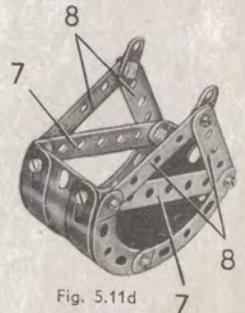

Fig. 5.11d
La benne (fig. 5.11d), est constituée par une plaque flexible de 14×4 cm. incurvée et boulonnée sur des bandes cintrées à glissière; la plaque flexible est réunie par des équerres à des bandes de 7 trous (7); deux bandes incurvées épaulées et deux bandes de 5 trous (8) sont tenues de chaque côté par les mêmes boulons. Les extrémités supérieures des bandes (8) sont boulonnées sur des supports plats. La benne est suspendue à une corde attachée à l'un des supports plats et passée sur l'une des poulies (6) du chariot. La corde fait ensuite une boucle dans une bande de 5 trous (9), passe autour de la seconde poulie (6) et est attachée à l'autre support plat de la benne. La bande (9) est boulonnée sur des équerres de 25×25 mm. fixées à l'extrémité du portique.